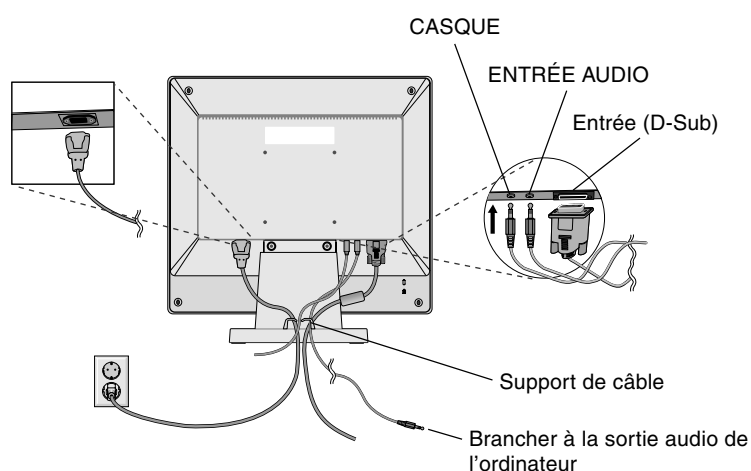

Figure B.1
3. Brancher le mini-connecteur D-SUB à 15 broches du câble vidéo, du câble audio et du casque (non fourni) au connecteur approprié à l'arrière du moniteur (**Figure B.1**).
4. Connecter une extrémité du cordon d'alimentation au moniteur et l'autre à la prise de courant. Mettre le câble du signal vidéo, du casque (non fourni) et le cordon d'alimentation dans le support de câble (**Figure B.1**).